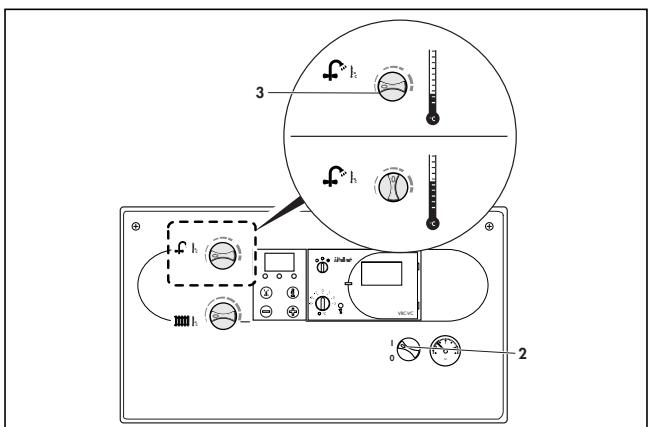

Рис. 5: Режим приготовления горячей воды
**⚠ При жесткости воды больше 3,5 мг.экв/л (1,79 моль/м3) поворотную ручку (3) рекомендуется устанавливать максимум в среднее положение (рис. 5).**